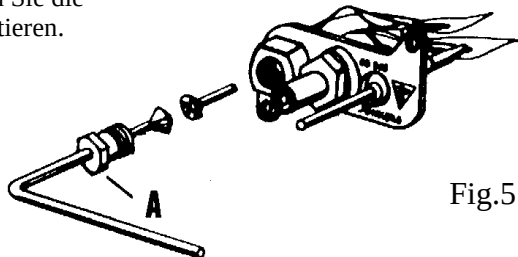

Fig.5
Die Spannmutter (A) der Zündflammenleitung losdrehen und die Leitung aus dem Zündflammenbrenner ziehen. (Fig. 5). Sie müssen die montierte Einspritzdüse kontrollieren und, wenn notwendig, gegen eine neue auswechseln. Kontrollieren Sie die Kodenummer (siehe technische Daten). Darauf müssen Sie die Zündflammenleitung wieder montieren.
Loosen the tightening nut (A) of the bypass flame pipe and pull the pipe out of the bypass flame burner (Fig. 5). Check the nozzle and if necessary, replace it by a new one. Check the code number (see technical data). Subsequently, reinstall the bypass flame pipe.